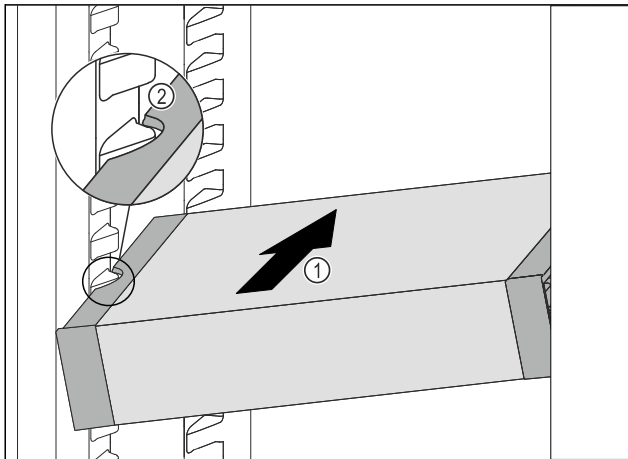

Fig. 59
- ▶ Вкарайте VarioSafe под ъгъл в хладилната част Fig. 59 (1), докато страничните прорези Fig. 59 (2) на VarioSafe се намират на височината на ребро на съда в хладилната част.